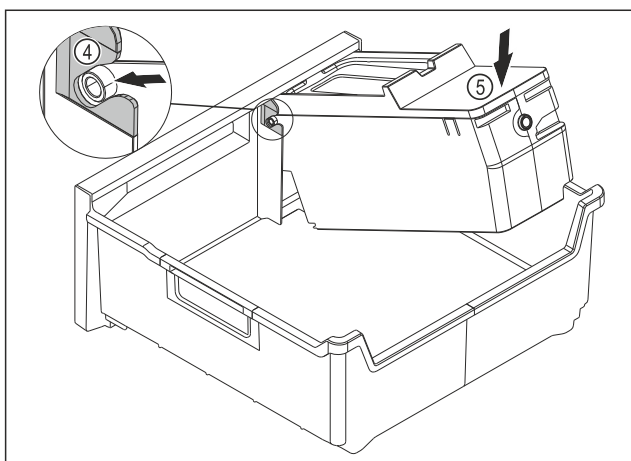

Fig. 93
- ▶ Монтаж на корпуса на EasyTwist-Ice: Вкарайте осите на корпуса на EasyTwist-Ice във водачите Fig. 93 (4).
- ▶ Натиснете надолу корпуса на EasyTwist-Ice Fig. 93 (5) отзад.